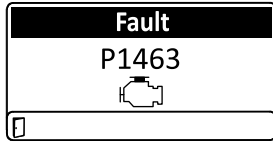

Figura 54
- Avvertenza motore (Figura 54)